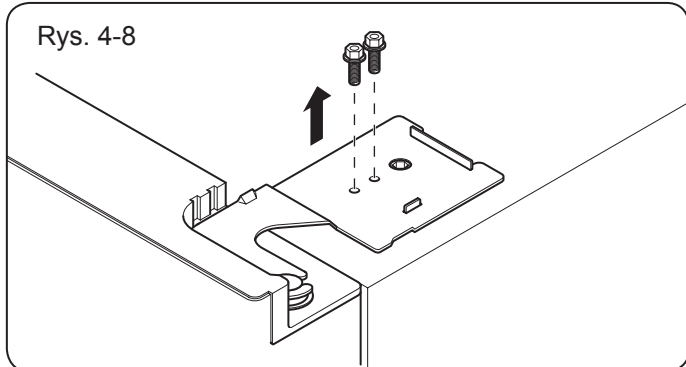

Rys. 4-7
1. Odkręcić śruby osłony zawiasu i zdjąć osłonę (Rys. 4-7). Odłączyć wszystkie przewody za wyjątkiem przewodu uziemniającego.